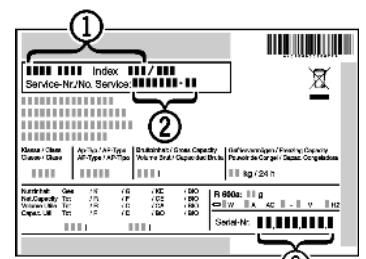

Fig. 20
- ▶ Прочетете от идентификационната табелка описанието на уреда Fig. 20 (1), сервисния № Fig. 20 (2) и серийния № Fig. 20 (3). Идентификационната табелка се намира на лявата вътрешна стена на уреда.
- ▶ Обадете се на сервисната служба и посочете неизправността, описанието на уреда Fig. 20 (1), сервисния № Fig. 20 (2) и серийния № Fig. 20 (3).